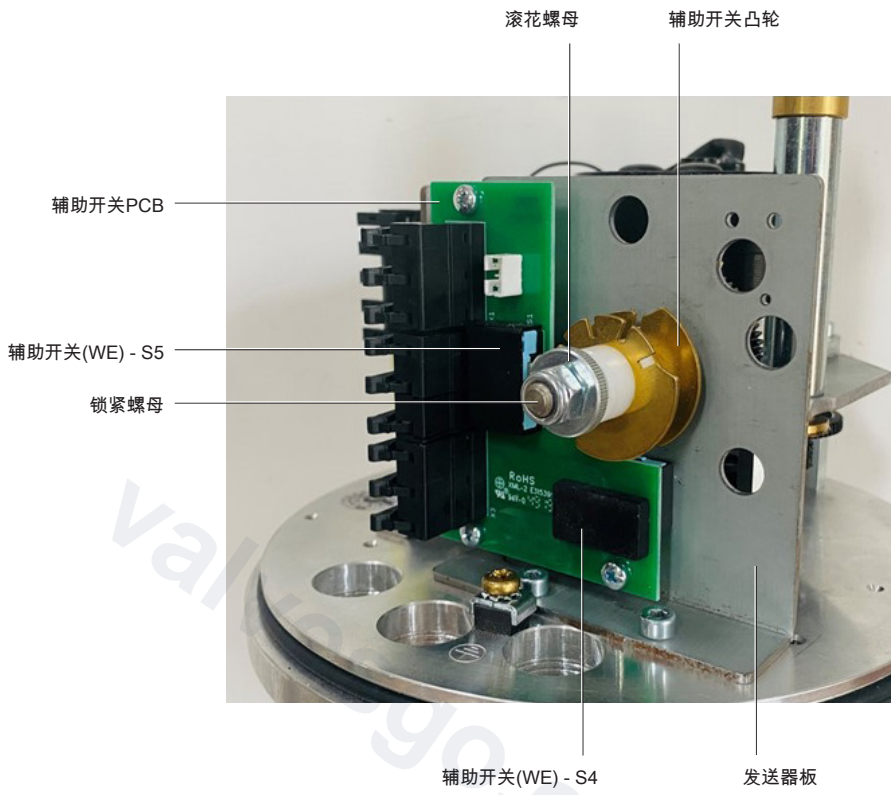

图9. 辅助行程开关布置(1-6 kN)
- 将发送器板连同辅助行程开关组装到执行器底板上。关于产品组装定位，请参见图9《辅助行程开关布置（1-6 kN）》